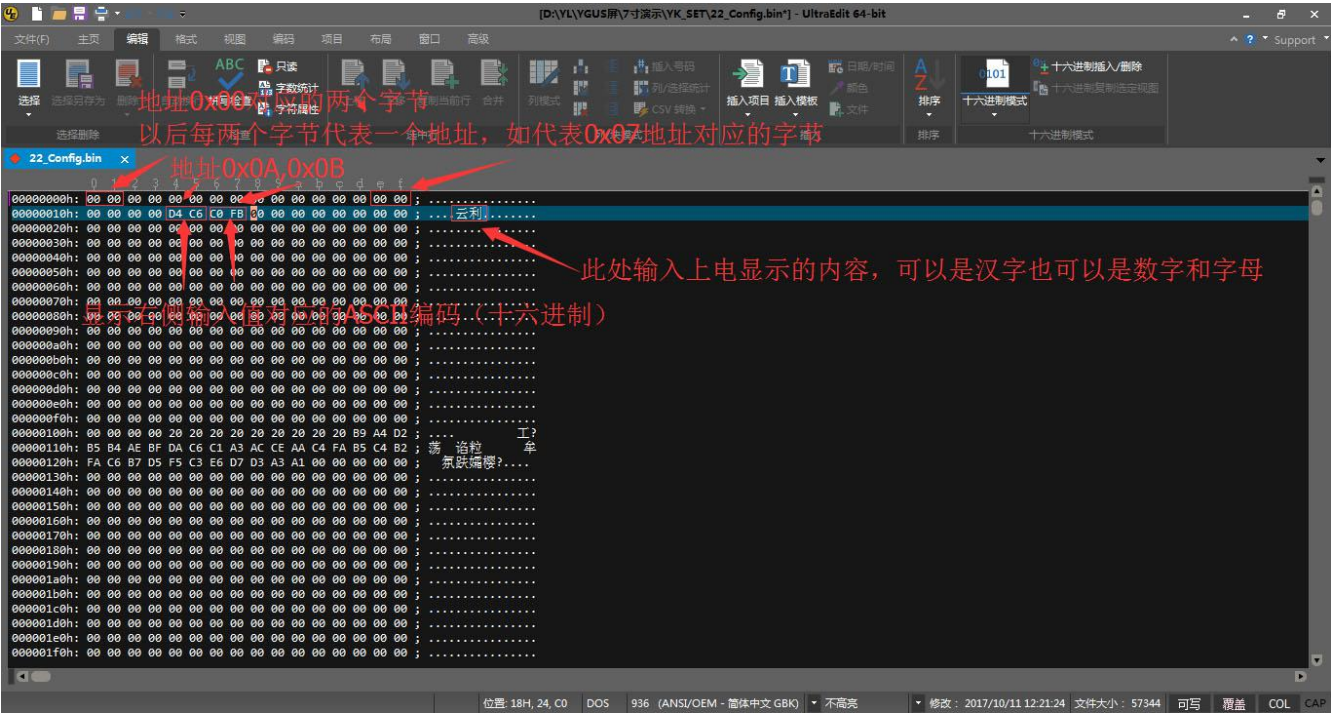

图 3.11 22.bin 文件编辑方法图示
22. bin 文件可用于对变量的显示进行初始化。当启用 22.bin 文件时，变量显示控件在上电时将显示 22.bin 文件中已定义的值。22.bin 文件可通过 KGUS 软件生成，也可通过编程软件新建，只需文件最终命名为 22\*.bin（\*代表任意非数字的字符，可以不写）。该文件的编辑方式如下图所示。KGUS 中每个变量地址对应两字节的空间。在图 3.11 中，变量地址 0x000A 中储存的值被修改为“云”，变量地址 0x000B 中储存的值被修改为“利”，即上电后所有变量地址为 0x000A 的控件均显示“云”，所有变量地址为 0x000B 的控件均显示“利”。如下图 3.11 所示。